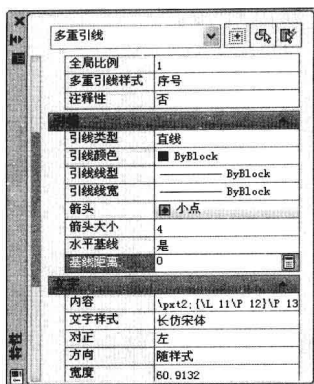
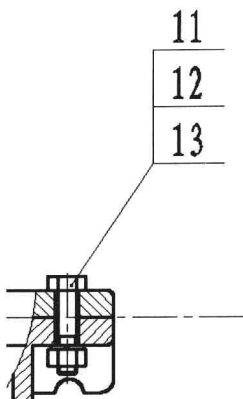

图 7-5-16
图 7-5-17
(12) 双击引线，打开特性选项板，将基线距离设为 0，将在序号的左侧绘制垂直线，如图 7-5-16 所示，公共指引线标注完成，如图 7-5-17 所示。